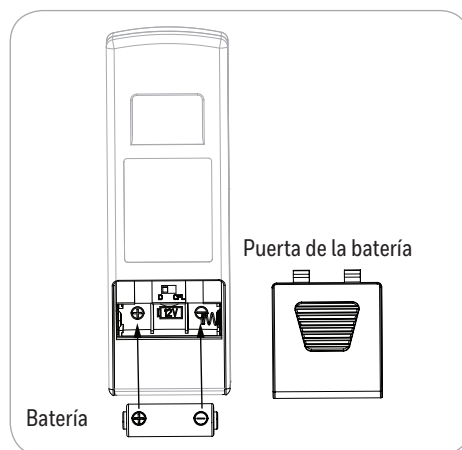

Figura 5.8
8. Retire la puerta de la batería de la parte posterior del control remoto. Inserte la batería del paquete remoto en el control remoto; asegúrese de que la polaridad de la batería coincida con la polaridad indicada en el compartimiento para esta: positivo (+) con positivo (+) y negativo (-) con negativo (-). Vuelva a colocar la tapa del compartimiento de la batería y presione el botón de la velocidad alta del ventilador en el control remoto para asegurarse de que el control remoto enciende el ventilador (Figura 5.8).